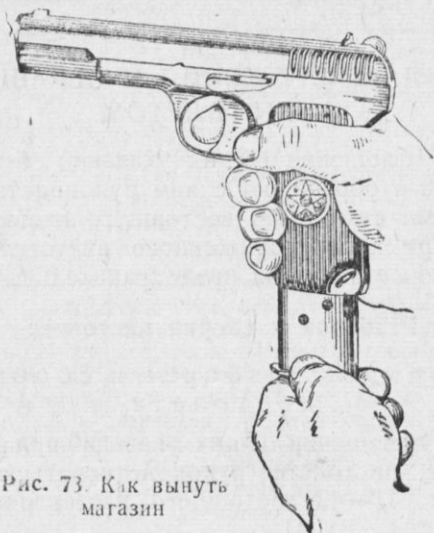

Рис. 73. Как вынуть
1) **вынуть магазин:** удерживая пистолет в правой руке за рукоятку, большим пальцем этой же руки надавить на пуговку защелки магазина и левой рукой подхватить магазин (рис. 73); прежде чем производить дальнейшую разборку, проверить, нет ли патрона в патроннике; для этого, удерживая пистолет в правой руке, не нажимая на спуск, левой рукой взвести курок и оттянуть затвор назад, осмотреть патронник, отпустить затвор, спустить курок, придерживая его большим пальцем правой руки;